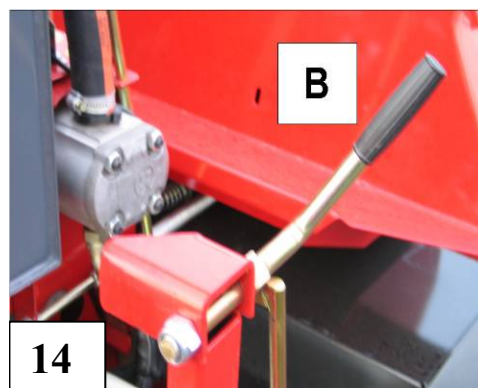

Bild 14. Kilremmarnas kopplingspak i PM-maskinen
1. Kontrollera att motorns kilremmar har lossats med koppling B. Bild 14.